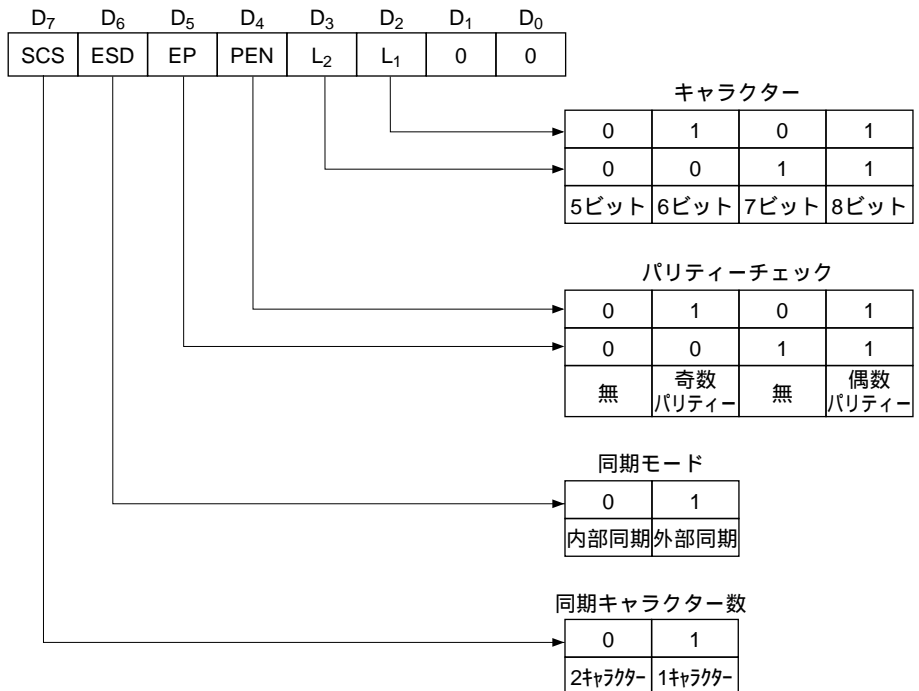

図3 モード命令ビット構成 (同期)
3. ブレークディテクト(BD)信号によるRXD信号マーク処理(図3参照)
〔図3〕